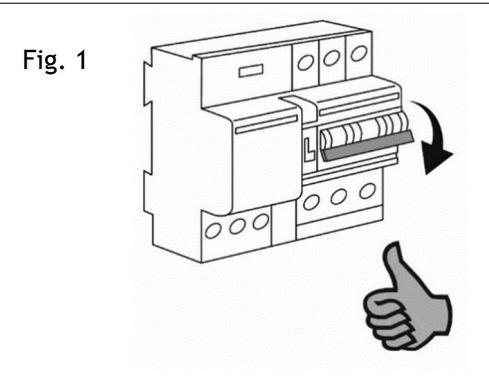
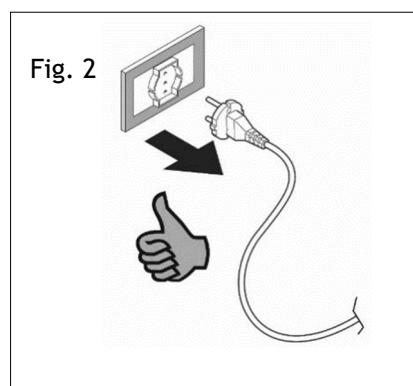

Fig. 1
Fig. 2
- Disconnect the power supply before proceeding with any maintenance operation (fig. 1, fig. 2)
Attention! Avant toute opération de nettoyage ou d'entretien ou en cas d'orage, débranchez l'appareil en plaçant l'interrupteur principal du système sur «off» (fig. 1) ou en le débranchant (fig. 2).